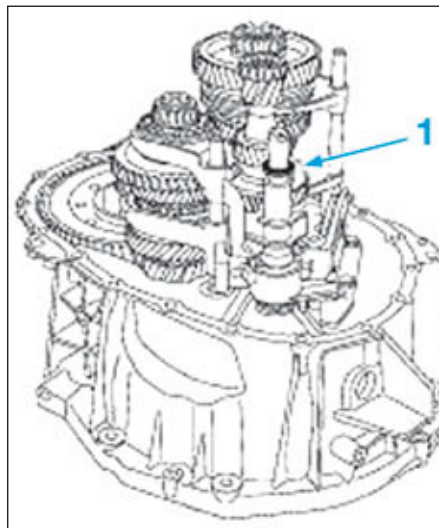

FIG.19
• Récupérer la rondelle de réglage (1) (Fig.19) du module de sélection.